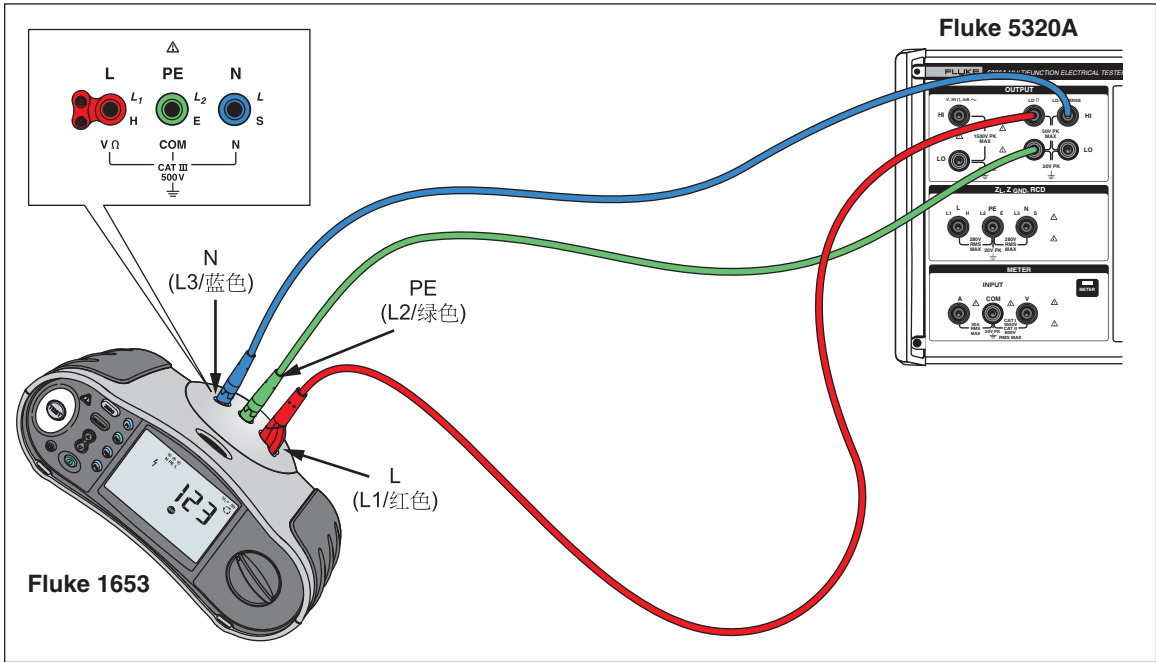

图7-2.接地电阻校准连接
2. 使用图7-2 作为参考, 将 UUT 连接到校准器的**LO Ω HI**和**LO**端子以及**LO Ω Sense HI** 端子。